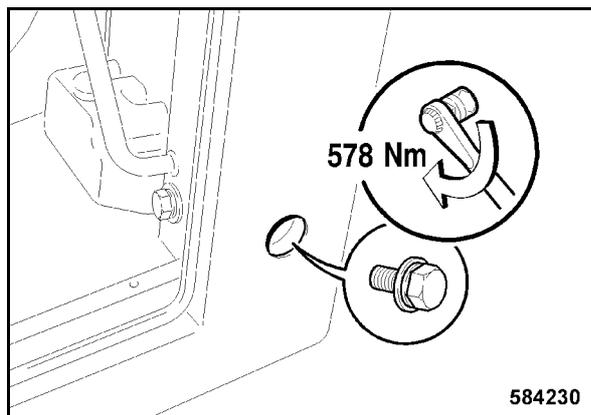

Рис. 215
- Затянуть задние, левые боковые крепежные винты с 578 Нм (Рис. 215).